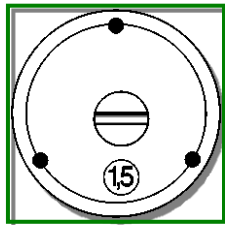

Bild 5: Einstellung des Hubes (außer Reihe SK 14 und SK 15)
10. **Einstellung des Hubes (außer SK 14, SK 14 short und SK 15):** Schrauben Sie die Abschlußkappe der Pistole ab. Dahinter liegt eine Einstellschraube, an der in Stufen von 0,5 mm der Hub verändert werden kann (Bild 5).